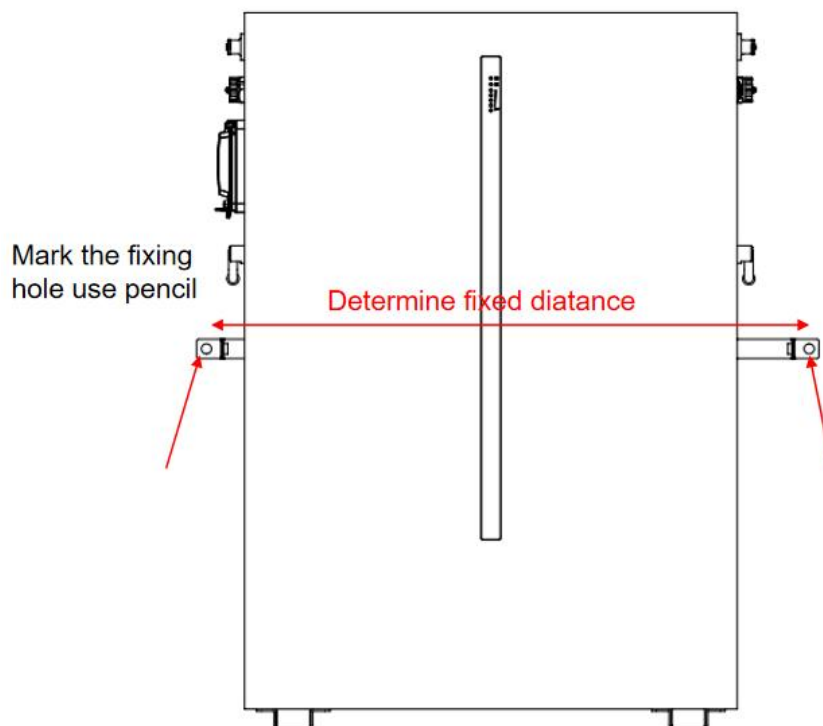

Figura 5-5
b) Coloque la batería en el costado de la pared, marque la ubicación del orificio de fijación, elija el cabezal de taladro recomendado (como se muestra en la imagen a continuación) para perforar 2 orificios en la pared, de 100 a 110 mm de profundidad, como se muestra en la Figura 5-2 y la Figura 5-5.